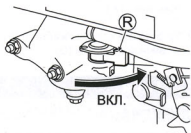

Рис. 4.
2 Установите топливный кран (R) в положение "ON". (См. рис. 4.)